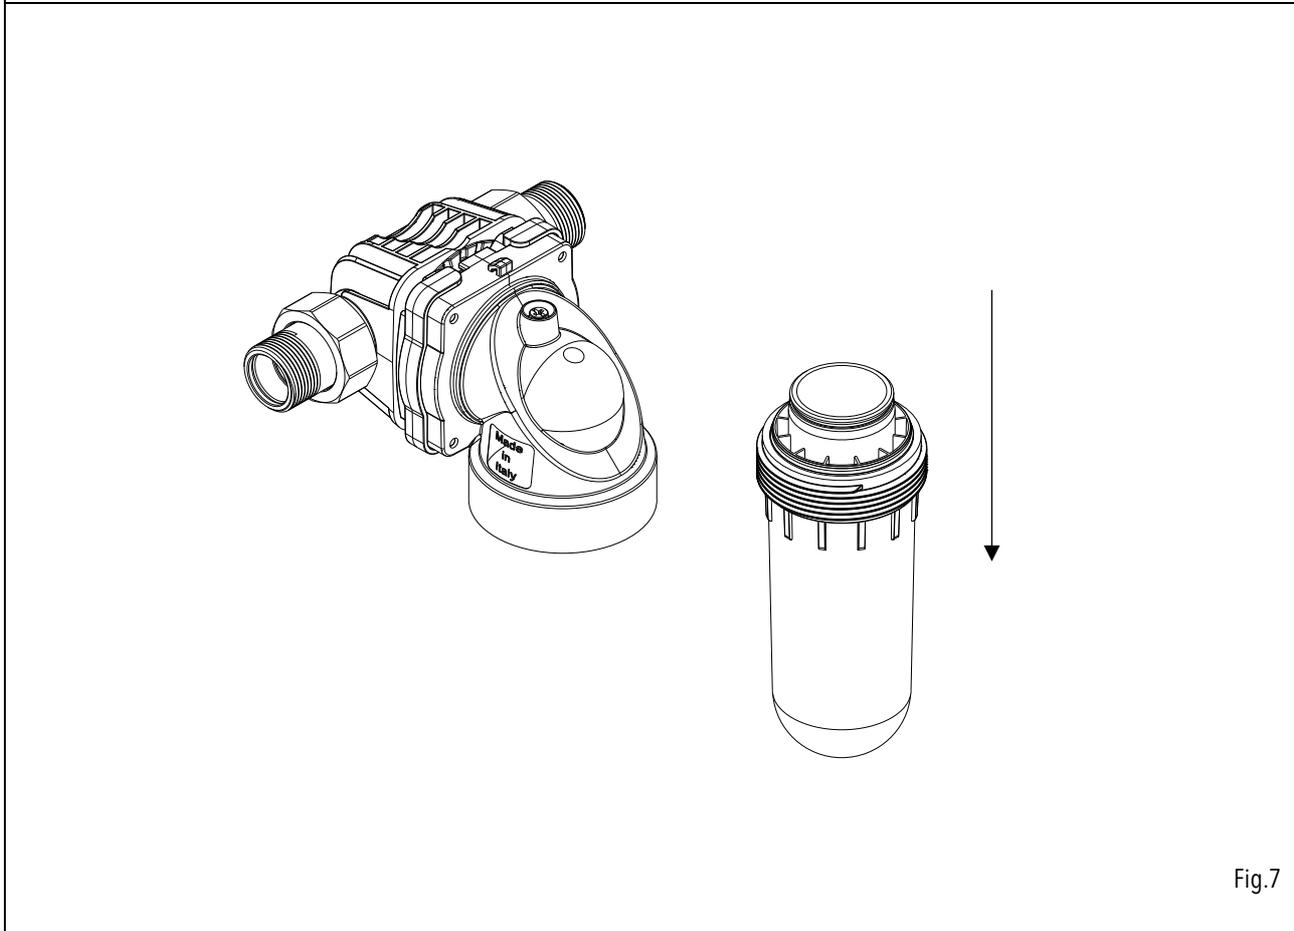

Fig.7
- Agganciare la nuova cartuccia all'anello di centraggio ed inserirla nel vaso. Non toccare la cartuccia con le mani, utilizzare l'apposito sacchetto per inserirla nell'anello di centraggio (Fig.7)